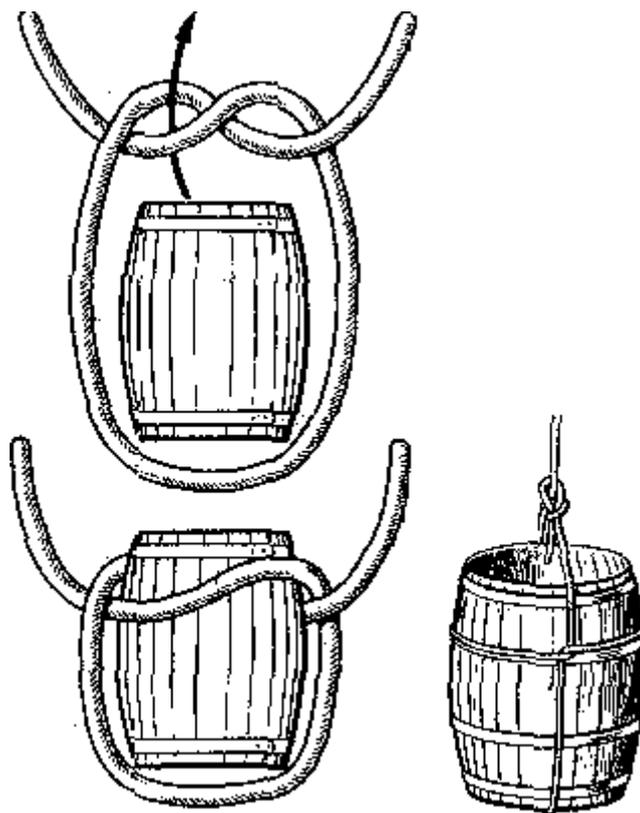

Рис. 108. Бочечный узел
**Бочечный узел** (рис. 108). Этот узел применяют тогда, когда нет специального стропа или приспособления для подъема полных и открытых бочек в вертикальном положении. На средней части троса, которым намерены поднимать бочку, вяжут полуузел. Полупетли узла разводят в стороны и охватывают ими среднюю часть бочки. Нижняя часть петли проходит по центру дна бочки, свободные концы троса связываются прямым узлом, а если трос одним концом уже закреплен, то беседочным узлом. Бочечный узел применяют при погрузке различных видов тары, имеющей цилиндрическую форму. В быту им можно быстро обвязать бидон или бак без